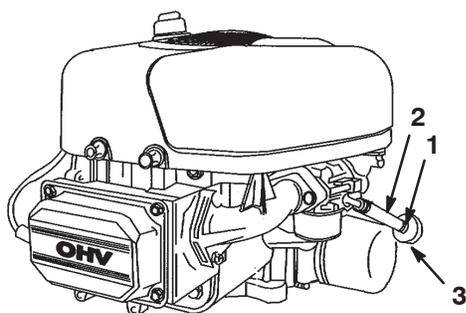

Figure 28
4. Ouvrez le capot et repérez le filtre à carburant (Fig. 28).
5. Pincez les extrémités du collier de fixation et poussez le collier en haut de la conduite d'alimentation, en direction du réservoir de carburant (Fig. 28).
6. Débranchez la conduite d'alimentation du filtre (Fig. 28) et laissez l'essence s'écouler dans un bidon ou un bac de vidange.
Remplacez le filtre à carburant toutes les 100 heures de fonctionnement ou une fois par an, le premier des deux prévalant. Le meilleur moment pour remplacer le filtre à carburant (Fig. 28) est lorsque le réservoir à carburant est vide. Ne réinstallez jamais un filtre à carburant encrassé après l'avoir déposé de la conduite d'alimentation.
4. Pincez les extrémités des colliers et faites glisser ceux-ci pour les éloigner du filtre (Fig. 28).